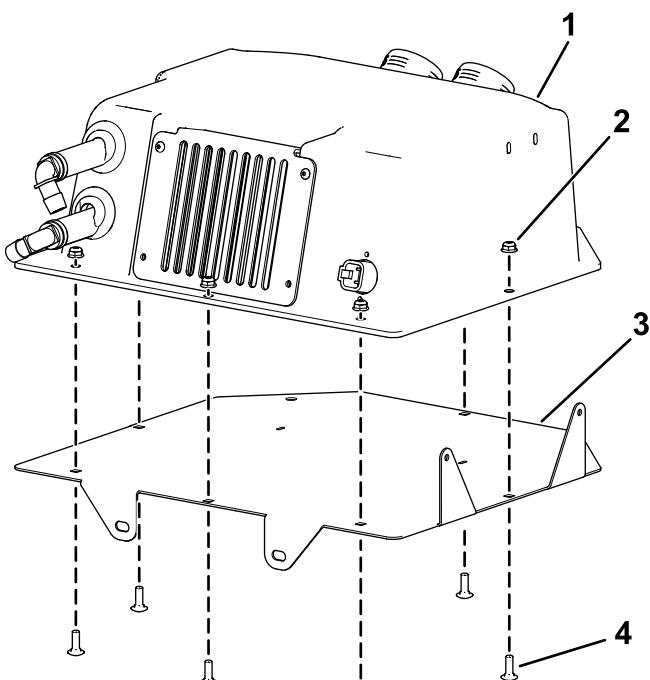

図 15
6. ヒーター取り付けブラケットにヒーターBOXアセンブリを取り付けるキャリッジボルト $1/4 \times 3/4"$ 6本とロックナット $1/4"$ 6個を使用する図 15を参照。ボルトを  $26.11 \text{ N}\cdot\text{m} / 2.65 \text{ kg}\cdot\text{m} = 100 \text{ in-lb}$ にトルク締めする。